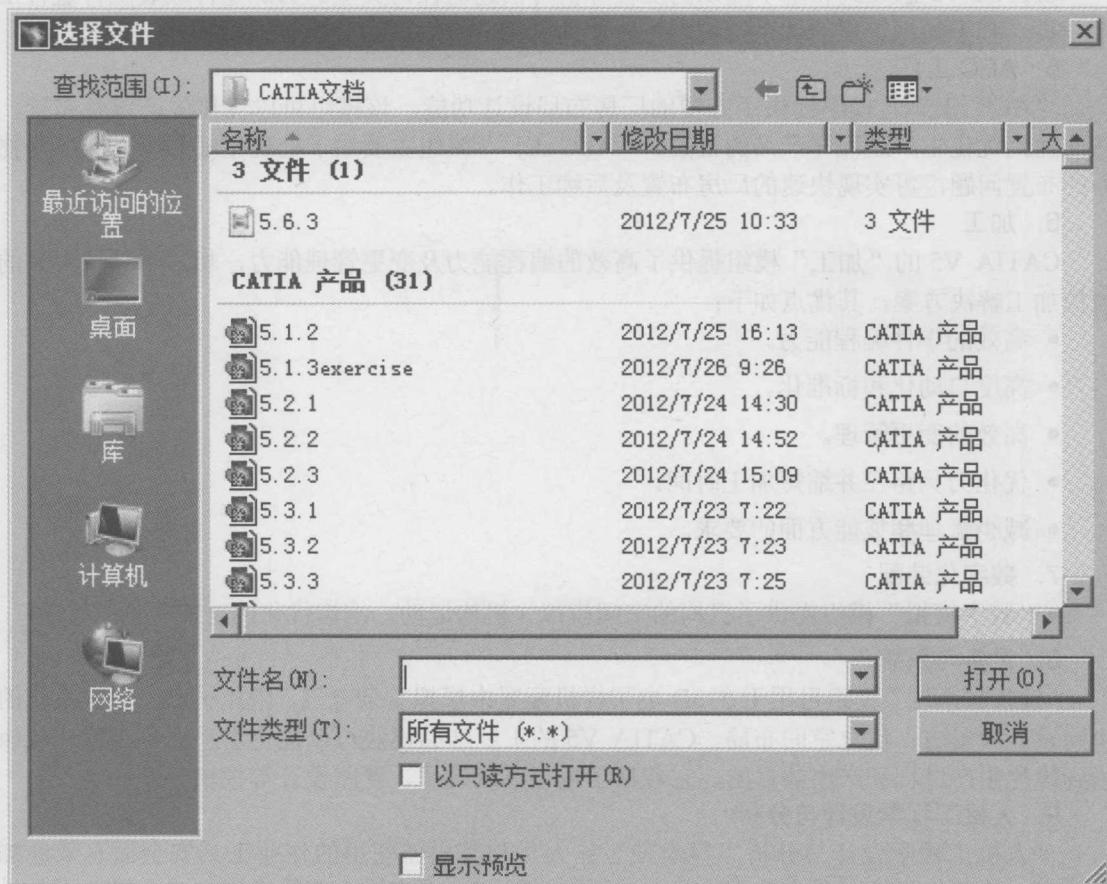

图 1.4
**Step 01** 选择“文件→打开”命令（或单击“标准”工具栏中的 $\square$ 按钮），系统弹出如图 1.4 所示的“选择文件”对话框。
一、图 1.4 所示的“选择文件”对话框中有关按钮的功能说明：